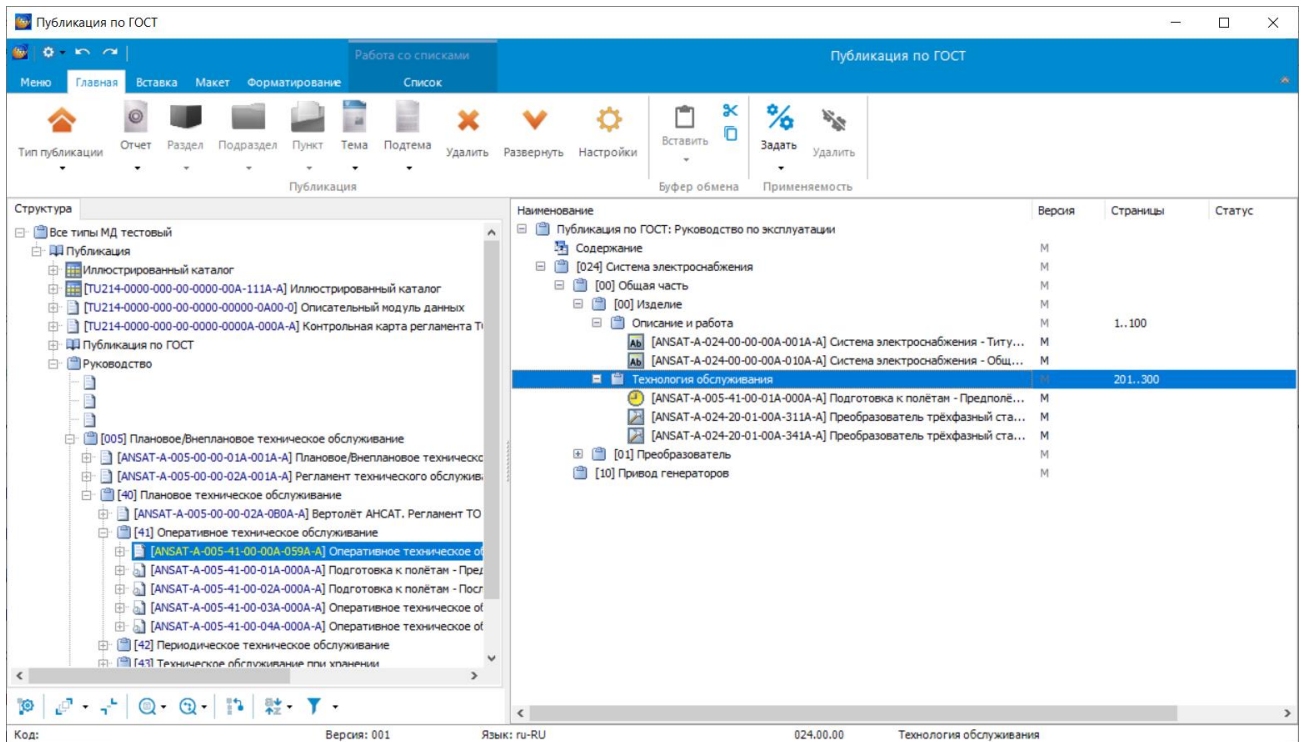

Рисунок 934
2) В левом окне на вкладке **Структура** в структуре проекта нажать левой кнопкой мыши по модулю данных, который нужно добавить (рисунок 934).